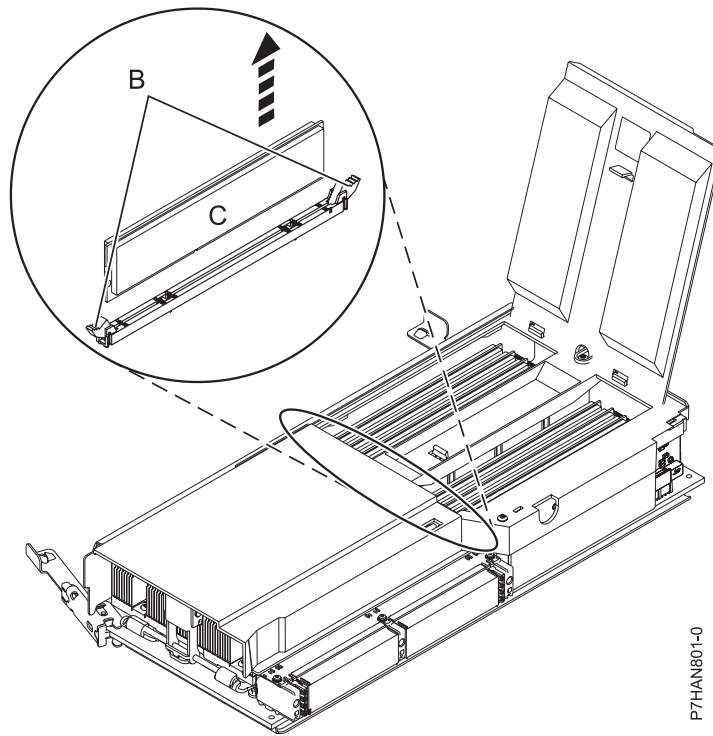

Figura 5. Extracció d'un mòdul de memòria
11. Desbloqueu el mòdul de memòria empenyent les pestanyes de bloqueig (B) cap a fora i cap avall, com es mostra a la Figura 5 a la pàgina 8. Aixegueu el mòdul de memòria (C) i traieu-lo del connector. L'acció de palanca de les pestanyes fa que el mòdul de memòria surti del connector.